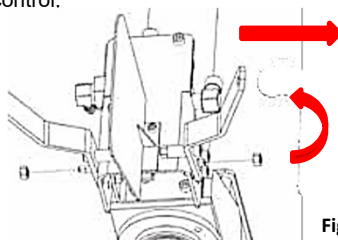

Fig. 4
- Fixați cadrul ridicare buștean cu șuruburi M12*50, șaibe grower ø12, șaibe plate ø12 și 2 piulițe M12; (fig.4)